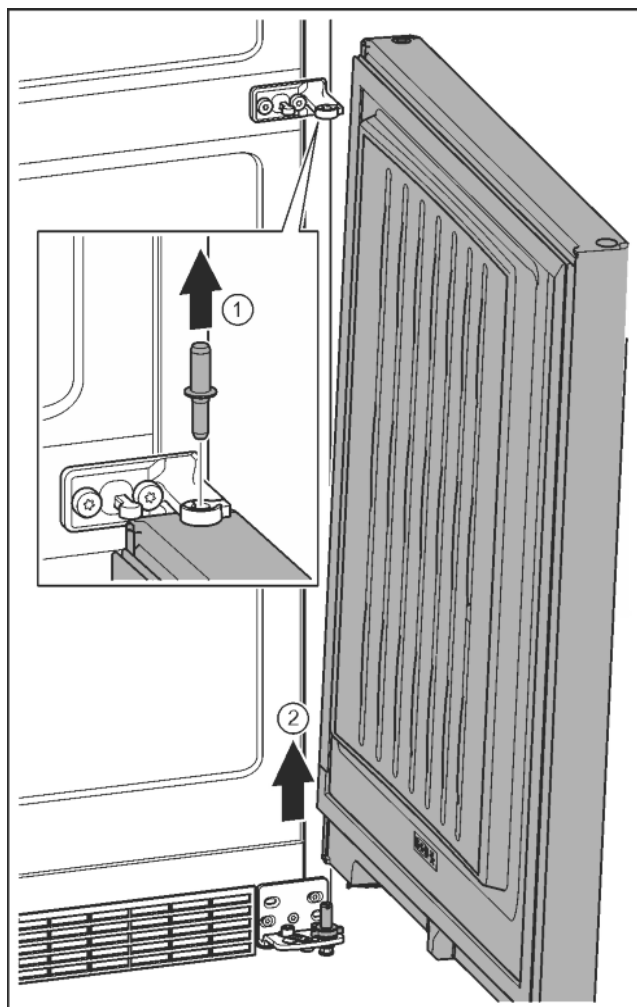

Fig. 10
- ▶ Витягніть гвинт догори. Fig. 10 (1)
- ▶ Відкрийте дверцята, зніміть рухом вгору та відкладіть убік. Fig. 10 (2)